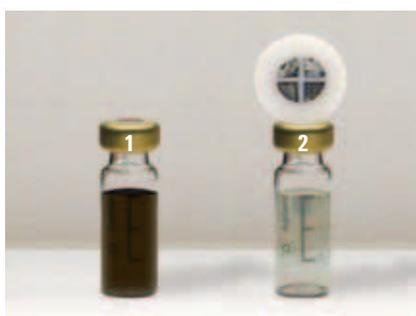

図 2. カーボンブラックポリエチレン溶液のろ過—
ポリオレフィンサンプルでは、不溶性の充てん剤やゲル成分などを除去するために、しばしばろ過が必要となります (図 2)。2 種類のろ過媒体を提供しています：
- グラスファイバー (公称空隙率 1 μm) – 一般的なアプリケーションに適しています (図 2)。